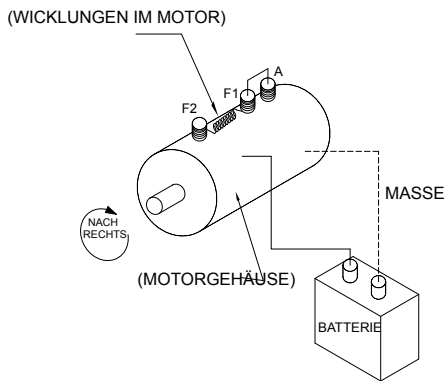

ABBILDUNG 1
2. Ein Kabel (mindestens Stärke 6) zwischen dem Pluspol (+) der Batterie und der Motorklemme F-2 anschließen. Das Minuspolekabel (-) mit Masse am Motorgehäuse verbinden (siehe Abbildung 1). Der Motor sollte nun laufen.